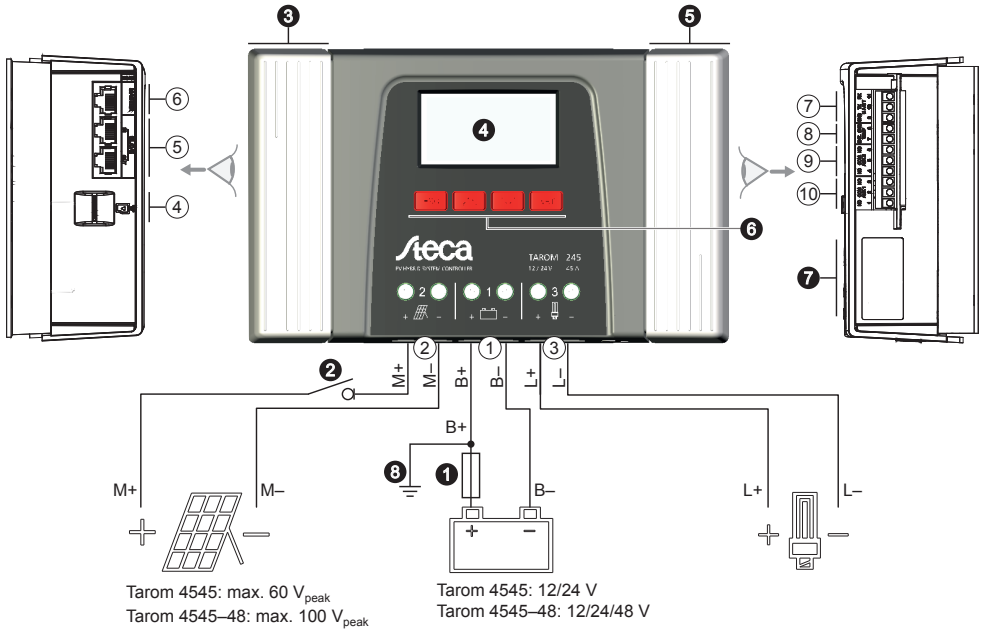

Abb. 1: Übersicht über Gehäuse und Anschlüsse
9.2.1 RJ45-Buchse für Master-Bus (Ⓢ in Abb. 1)
9.2.2 RJ45-Buchse für Slave-Bus (Ⓢ in Abb. 1)
9.2.3 Einschub für microSD-Karte (④ in Abb. 1)
9.2.4 Relais-Ausgänge AUX 1, AUX 2 (⑨, ⑩ in Abb. 1)